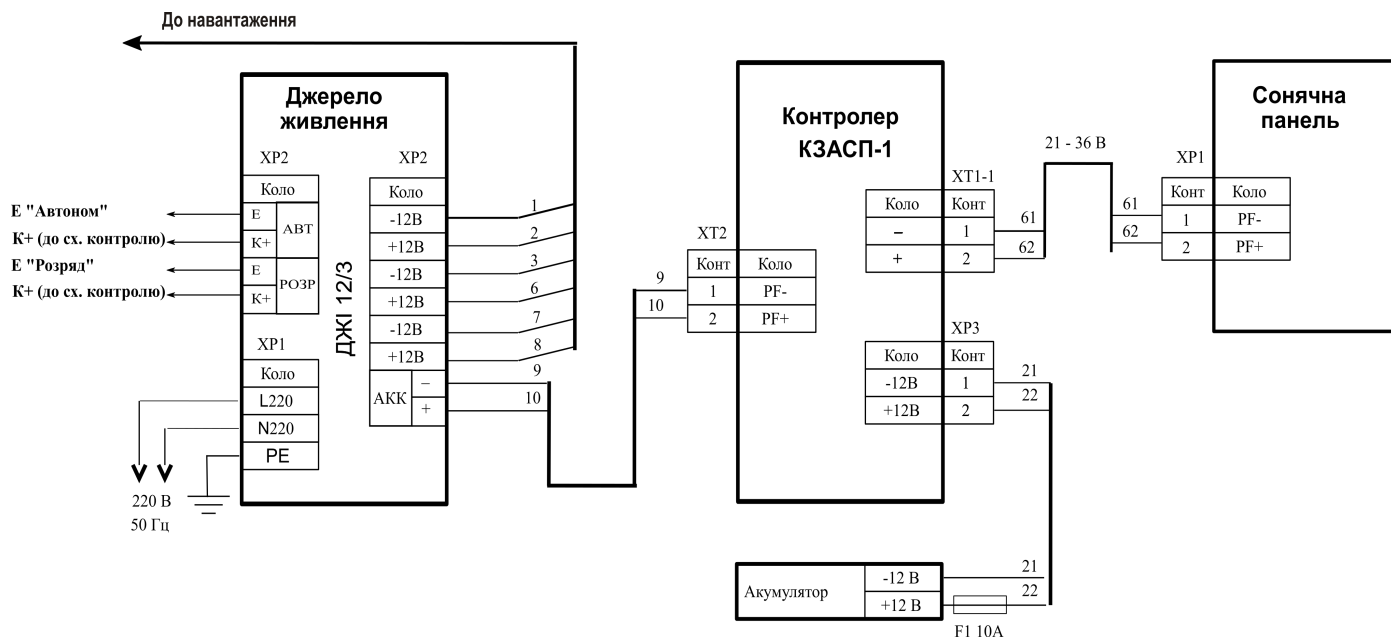

Рис. 3. Схема електричних з'єднань контролера з джерелом живлення ДЖІ 12/3 та сонячною панеллю
3.2 На Рис. 3 приведена схема електричних з'єднань контролера з джерелом живлення ДЖІ 12/3 та сонячною панеллю для заряджання акумулятора.